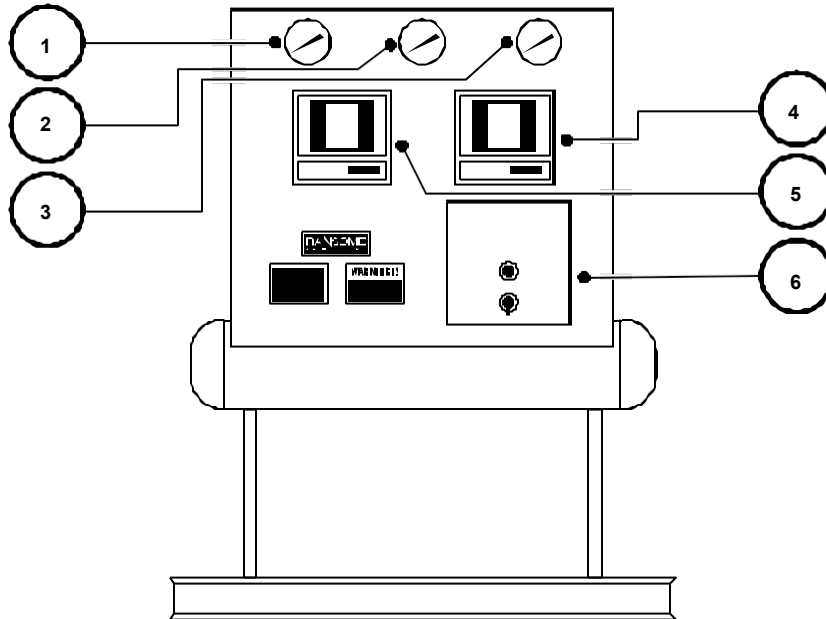

Figura 2-2: Montaje típico de la serie MPM
2.04 La figura 2-2 muestra una vista frontal completa de un mezclador típico de la serie MPM, así como una vista detallada del panel de control. La tabla mezclador de la serie MPM, así como una vista detallada del panel de control. La tabla 2-2 asociada proporciona una referencia cruzada para cada